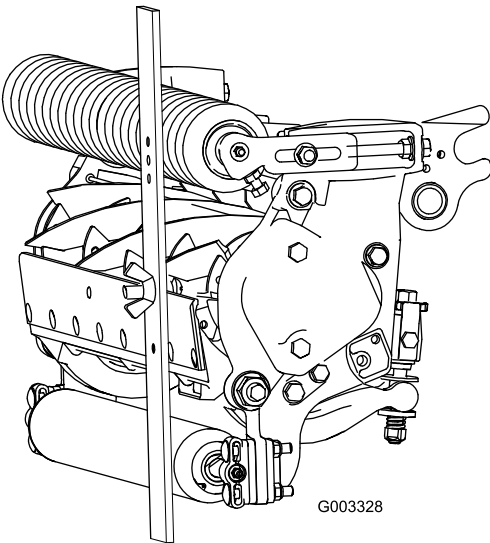

Figura 20
3. Agganciate la testa della vite sul tagliente della controlama e poggiate l'estremità posteriore della barra sul rullo posteriore (Figura 20).
4. Ruotate la vite di regolazione finché il rullo anteriore non toccherà la barra di riferimento (Figura 20).